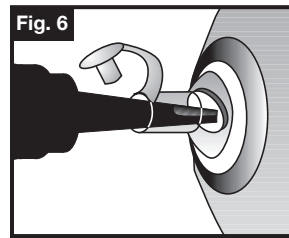

Fig. 6
- Insert pinch valve adapter into pinch valve. (Fig. 6)
- Insérez l'adaptateur de la valve à pince dans cette dernière. (Fig. 6)
- Inserte el adaptador de válvula de pellizco en la válvula de pellizco. (Fig. 6)